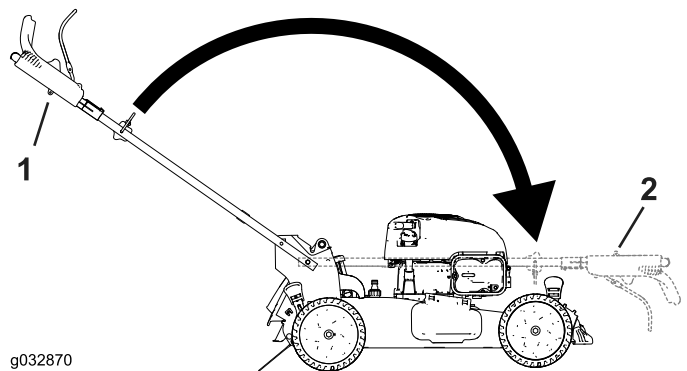

Figure 23
2. Repliez la poignée en le faisant pivoter en avant (Figure 23).